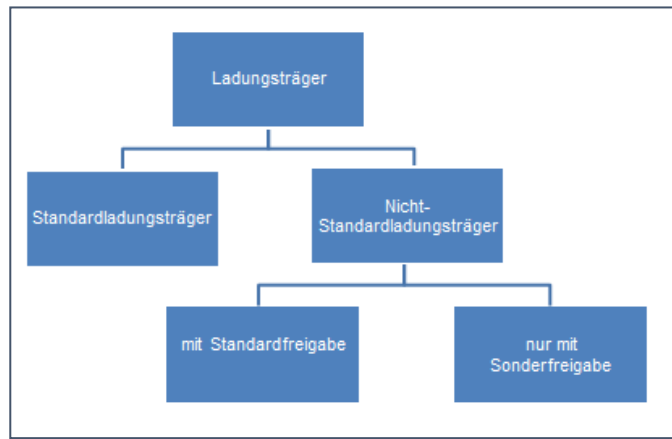

Abbildung 4: Einteilung der Ladungsträger
- Ladungsträger muss mind. von einer Quer- und Längsseite mit dem Gabelstapler aufzunehmen sein (siehe Abbildung 4), hierzu ist der Unterbau des Ladungsträgers mit mind. einer Höhe von 150 mm zu versehen